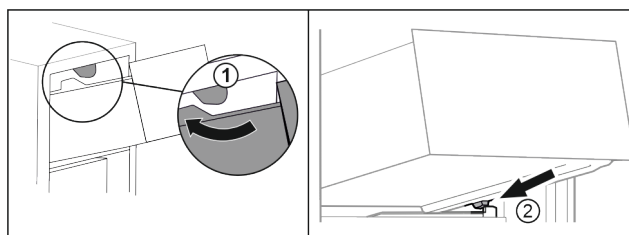

Fig. 102
- Far passare il cassetto sui fermi superiori. Fig. 102 (1)
- Applicare il cassetto inclinandolo dietro i fermi inferiori sulla nervatura del contenitore. Fig. 102 (2)